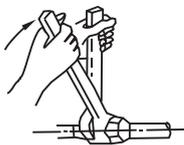

Fig.7-3
- Ponga el tubo de conexión en la posición correcta, apriete las tuercas primero con la mano y después con la llave. (vea la Fig.7-3)